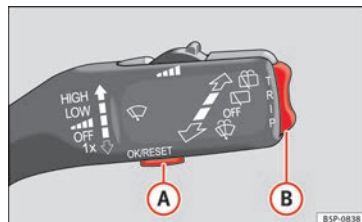

Bild 38 Vindrutetorkarspak: Omkopplare.
- Välj alternativet **Bilstatus** från huvudmenyn: "Huvudmenyn" och tryck på knapp **OK** på vindrutetorkarspaken **A** » bild 38. eller